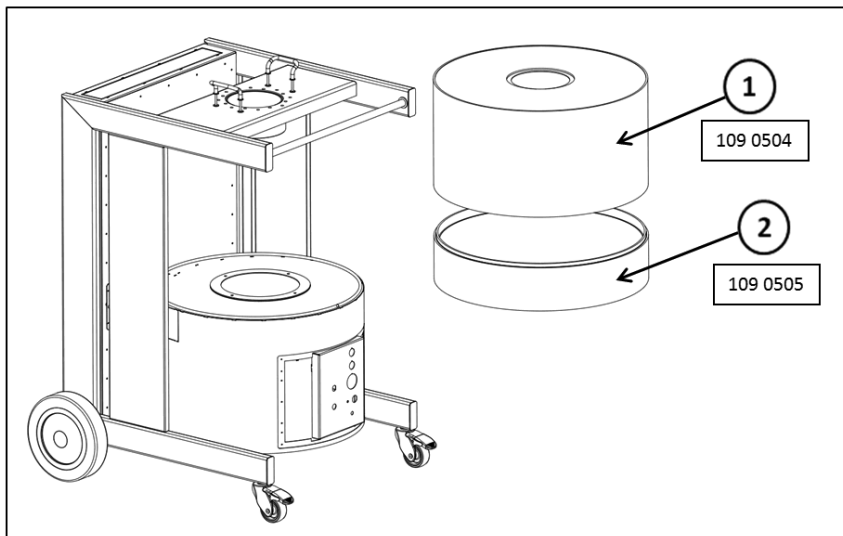

Figura 1, tipos de filtro en el MaxiFil con filtro de carbón
- En la figura 1 podrá consultar el orden de los elementos de filtro a posicionar en el equipo.